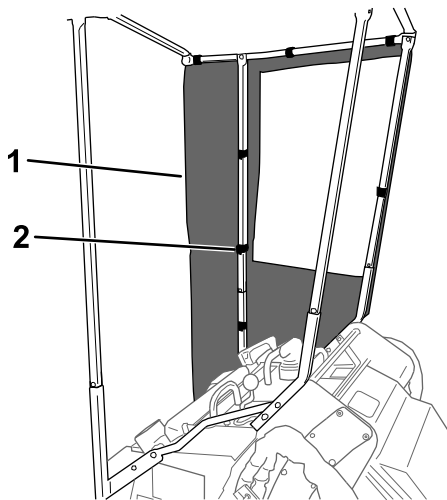
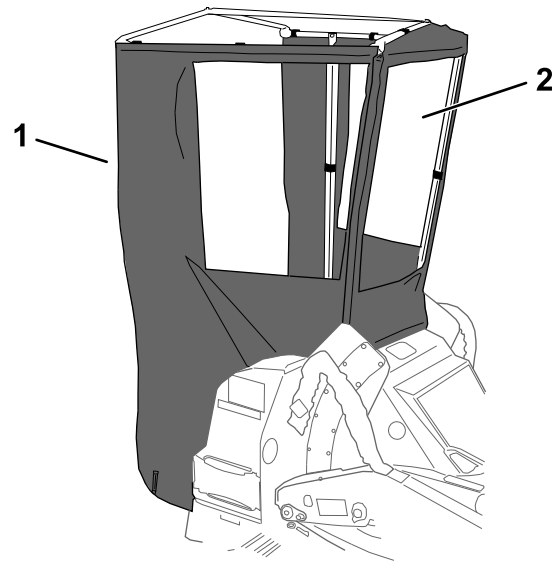

Figure 10
Figure 11
1. Fixez les panneaux gauche et droit sur le cadre à l'aide des bandes auto-agrippantes, comme montré à la Figure 10 et Figure 11.
2. Fixez le pare-brise sur les panneaux, le tube de cadre avant et le support de pare-brise à l'aide des bandes auto-agrippantes (Figure 11).